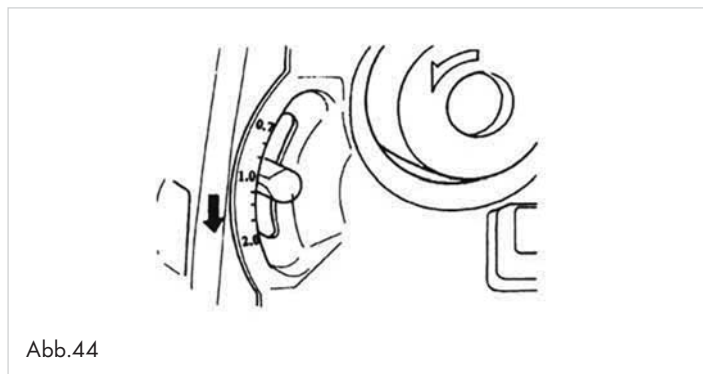

Abb.44
- Stellen Sie den Differentialtransporthebel ⑨ auf einen höheren Wert als 1,0 (Abb. 44). Die genaue Einstellung hängt von dem zu verarbeitenden Stoff, und von der gewünschten Raffung ab. Machen Sie daher immer eine Probenahrt, um die Einstellungen zu testen.